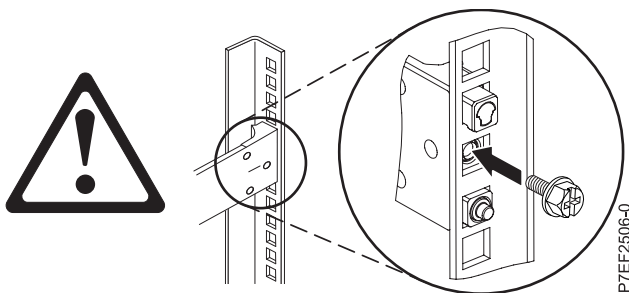

Abbildung 21. Schraube erneut einsetzen
4. Setzen Sie die Schraube erneut ein, die in Schritt 2 auf Seite 25 entfernt wurde, wie in Abb. 21 dargestellt.